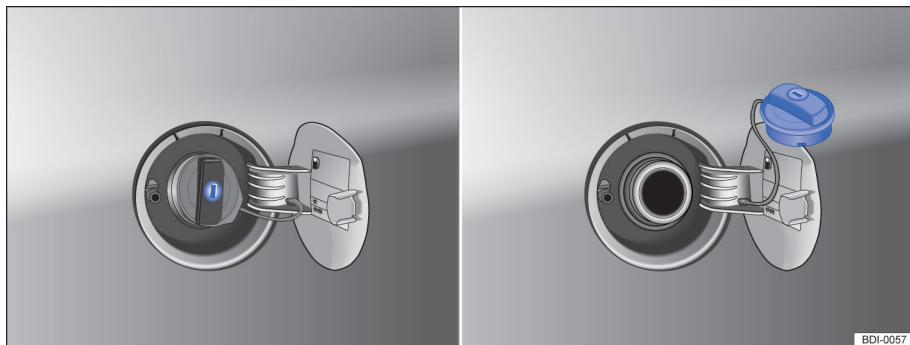

图 133 用钥匙将加油盖解锁，拧下的加油口盖可挂在打开的燃油箱盖板上
- 使用钥匙将加油口盖解锁⇒图 133。
- 将加油口盖挂到燃油箱盖板上⇒图 133。